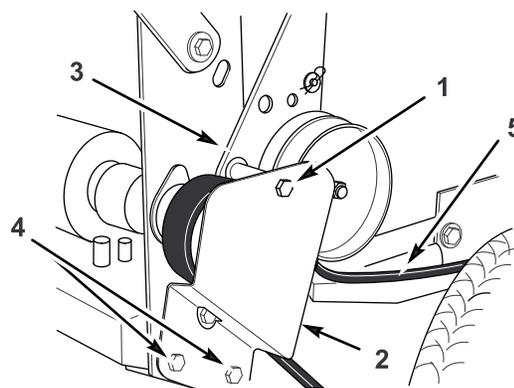

Figure 48
1. Enlevez le boulon de fixation supérieur du support et de la patte de la poulie de tension au cadre arrière (Figure 48).
2. Desserrez suffisamment les 2 vis de fixation inférieures pour permettre à la courroie de passer entre la poulie d'entraînement et le support de la poulie de tension (Figure 48).
5. Montez la vis de fixation supérieure du support et de la patte de la poulie de tension au cadre arrière (Figure 48).
6. Serrez suffisamment les 2 vis de fixation inférieures pour permettre à la courroie de passer entre la poulie d'entraînement et le support de la poulie de tension (Figure 48).